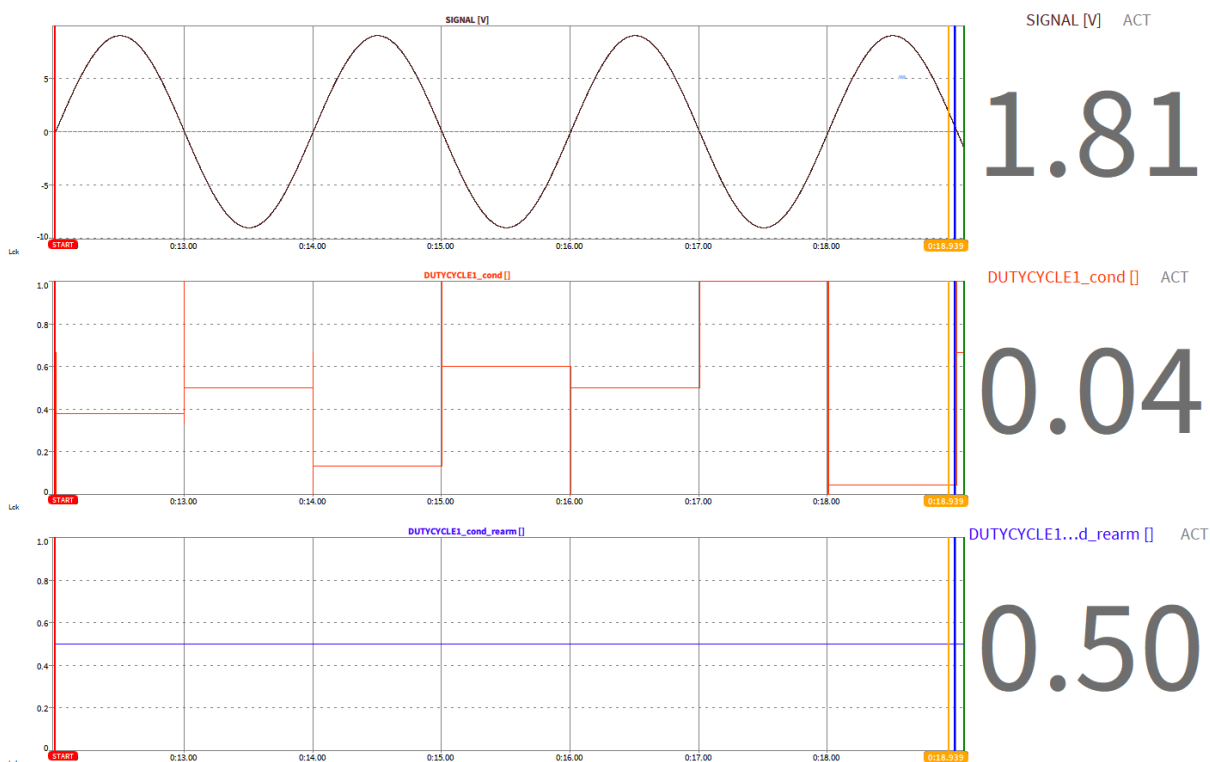
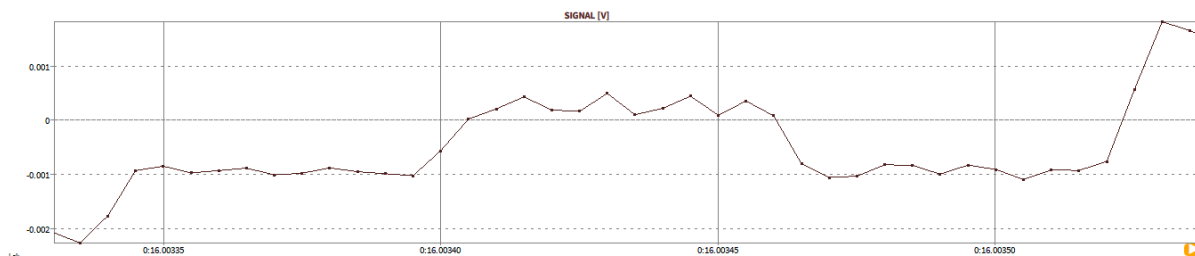

Abb. 7.69: DUTYCYLCE-Funktion
Abb. 7.70: Rauschen stört die korrekte Funktionalität der Messung des Tastverhältnisses
Die `dutycycle` Funktion (oranger Graph in Abb. 7.69) misst und gibt das Tastverhältnis des Kanals `SIGNAL` (brauner Graph in Abb. 7.69) zurück für die Bedingung, dass das `SIGNAL` level höher 0 ist. Da das `SIGNAL` eine reine Sinuskurve ist, sollte das Tastverhältnis 0.5 (oder 50%) betragen. Aufgrund von Rauschen, wird der Nulldurchgang mehrere Male überschritten (siehe Abb. 7.70), wodurch ein falsches Messergebnis des Tastverhältnisses erzielt wird. Eine optionale *rearm* Bedingung kann Störungen durch Signalauschen unterdrücken. Dies wird im folgenden Kapitel erklärt.
**DUTYCYCLE\_cond\_rearm = dutycycle(SIGNAL>0,SIGNAL>-5)** will measure an Die dutycycle Funktion (oranger Graph in Abb. 7.69) misst und gibt das Tastverhältnis des Kanals SIGNAL (brauner Graph in Abb. 7.69) zurück für die Bedingung, dass das SIGNALlevel höher 0 ist. Sofern die Messung durch Rauschen gestört werden kann, wird in diesem Beispiel eine *rearm* Bedingung definiert, um den Einfluss des Rauschens zu unterdrücken. Die *rearm* Bedingung wird wie folgt definiert: das SIGNALlevel muss -5 unterschreiten, bevor die Bedingung  $SIGNAL > 0$  erneut erkannt wird. Mit diesem optionalen rearm Level kann der Einfluss des Rauschens bei der Tastverhältnismessung, gesehen als oranger Graph in Abb. 7.70, unterdrückt werden und das gemessene Tastverhältnis ist immer 0.5 (50%), was als blauer Graph in Abb. 7.70 gesehen werden kann.